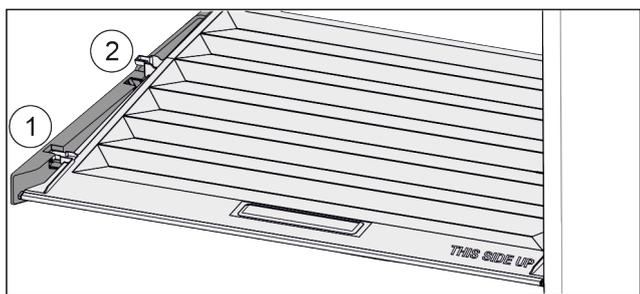

Fig. 73
- Vytáhněte víko dopředu až k otvoru v přídržných dílech Fig. 73 (1).
- Vzadu zespu do nadzvedněte a vyjměte směrem nahoru Fig. 73 (2).